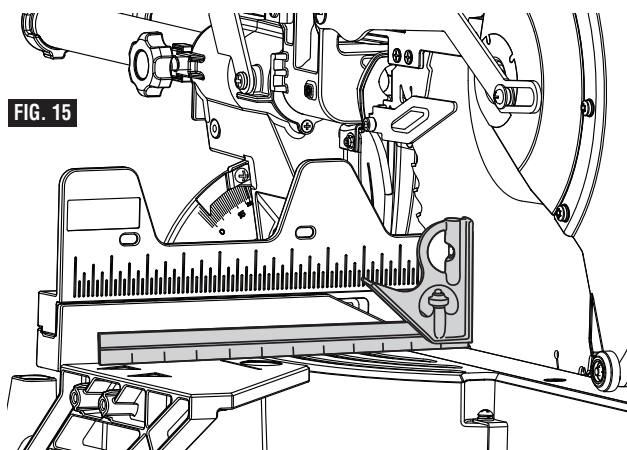

FIG. 15
6. Utilisez une équerre combinée pour vérifier que la lame est à un angle de 90° par rapport à la table (c'est-à-dire qu'elle est d'équerre avec la table). Placez le bord de l'équerre muni de la règle contre la table et faites-le glisser pour que la lame entre en contact avec le côté vertical de la tête de l'équerre (voir la figure 15).